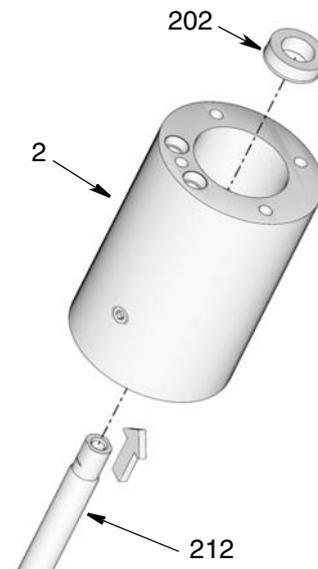

Рис. 33
27. Используйте выталкивающий шток (212) для выталкивания уплотнение П-образного сечения (202) из переходника насоса (2) в направлении, показанном на Рис. 33. Утилизируйте уплотнение П-образного сечения (202). Новое уплотнение входит в ремонтный комплект.